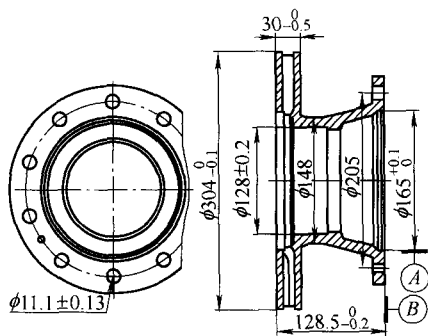

图 1
如图1所示,汽车制动盘的特点为螺栓孔太多,并且分布在同一圆周上。用普通立式钻床来钻孔时,不但要设计钻孔定位工装还要设计出钻模,必须一个个依次钻出。员工需要不停地移动安放零件的工装,这样加工一个有10个孔、重量为15kg的零件,大约需要2.5min。操作人员劳动强度大,效率低。
(1) 刀具结构尺寸及调整范围 切断刀杆的结构如图1所示,该机床的加工范围为114.3~244.5mm,